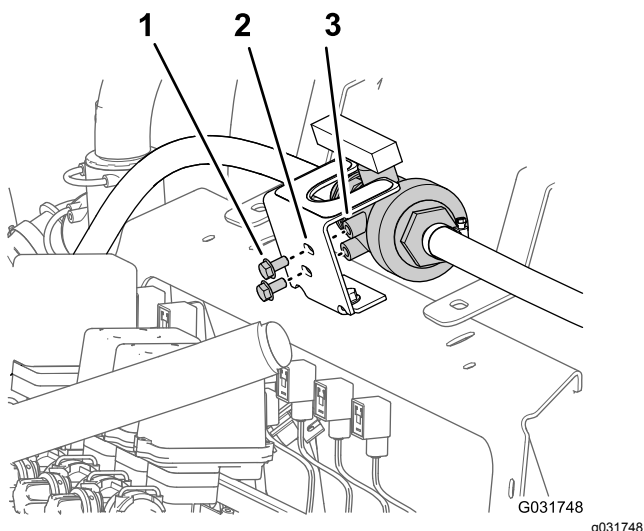

Figure 37
3. Retirez les 2 boulons à embase (5/16" x 5/8") qui fixent le clapet à bille sur son support (Figure 37).